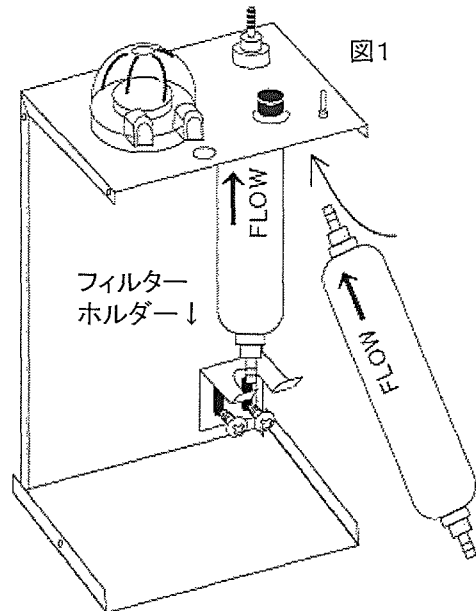

図1
①左右のネジを外し、製品のカバーを外してフィルターを取り付けてください。（図1参照）